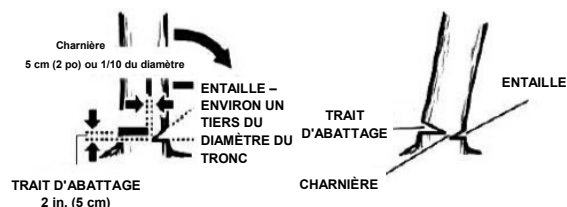

FIG. 27
**AVERTISSEMENT** : ne coupez jamais le trait d'abattage jusqu'à l'entaille de direction. La charnière contrôle la chute de l'arbre, il s'agit d'une section de bois entre l'entaille et le trait d'abattage. (Fig. 27)